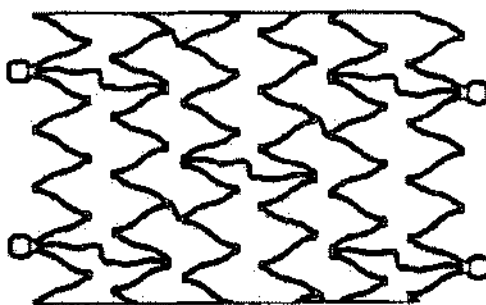

Figura 1
1. Un stent autoexpandible de nitinol implantable, como se muestra en la Figura 1.